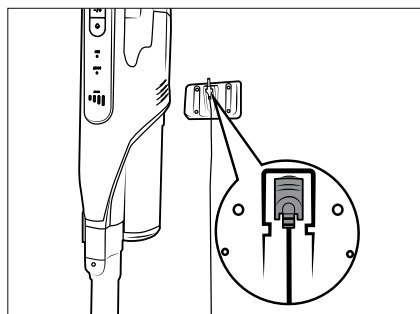

Fig. 6
- ◆ Coloque o aspirador no suporte de parede **18**, por cima, de modo que a ficha fêmea **11** encaixe na entrada de carregamento **3** na parte inferior do aparelho. O indicador de bateria **27** começa a piscar e o processo de carregamento é iniciado (ver fig. 6 e 7).